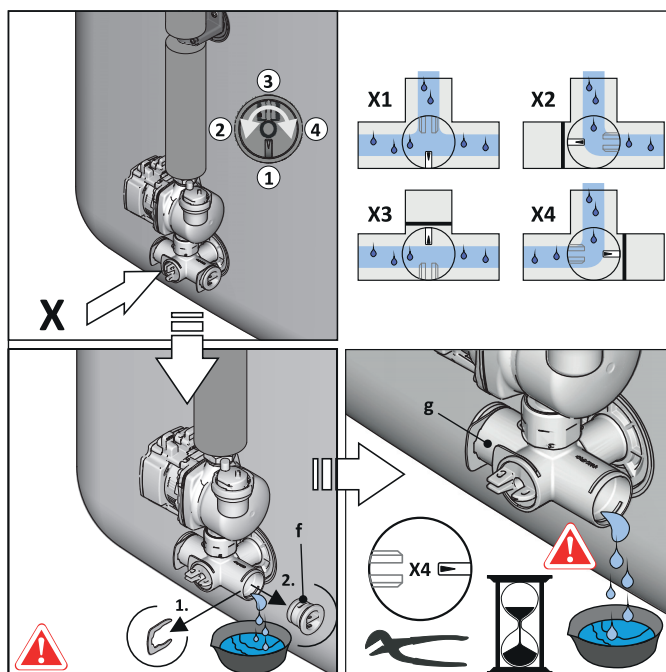

Fig. 5-5 Intercettazione dell'inserto valvola, rimozione del tappo cieco dall'angolare di raccordo
- 1 Regolare l'inserto valvola sull'angolare di raccordo in modo che la via verso il tappo cieco sia chiusa (fig. 5-5).
- 2 Mettervi sotto una vasca di raccolta adatta e rimuovere il tappo cieco dall'angolare di raccordo (fig. 5-5).
- 5 Regolare l'inserto valvola sull'angolare di raccordo in modo che la via verso il flessibile di scarico venga aperta (vedere anche fig. 5-5) e scaricare l'acqua presente nel contenitore del serbatoio.